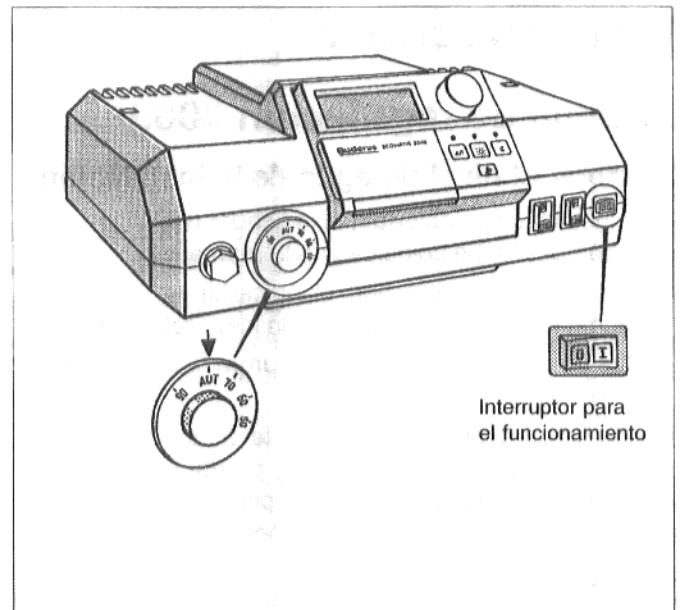

Fig. 1: Puesta en servicio del quemador de gas
- Poner el interruptor para el funcionamiento (fig. 1) en la posición "0".
- Poner el interruptor para el funcionamiento (fig. 1) en la posición "I".
- Ajustar el regulador de temperatura del agua de la caldera (fig. 1) a la temperatura deseada. En la "regulación Ecomatic", poner en posición "AUT".